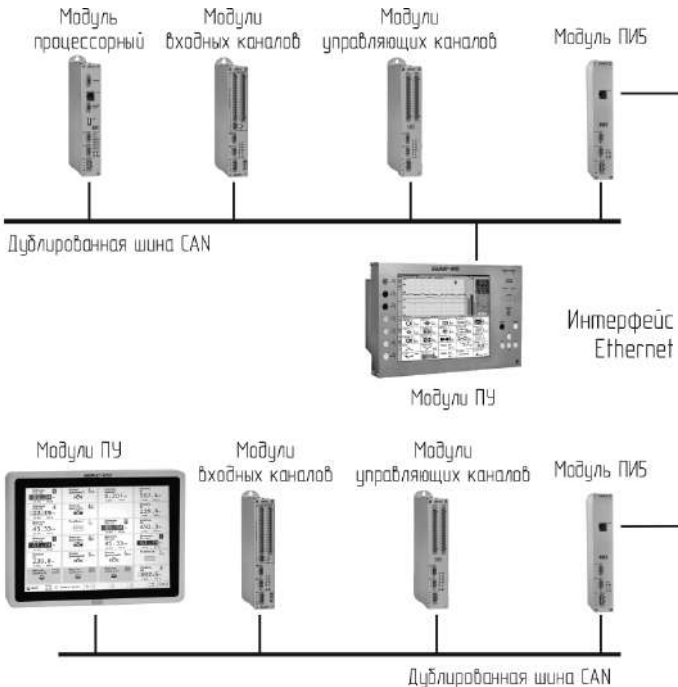

Рис. 4.6. Пример территориального распределения модулей Контроллера посредством модулей ПИБ (преобразование интерфейсов CAN-Ethernet-CAN)
**4.1.5.** Для территориального распределения модулей одного Контроллера (со связью по Ethernet-протоколу) необходимо использовать пару преобразователей интерфейса ПИ5 (рис. 4.6).